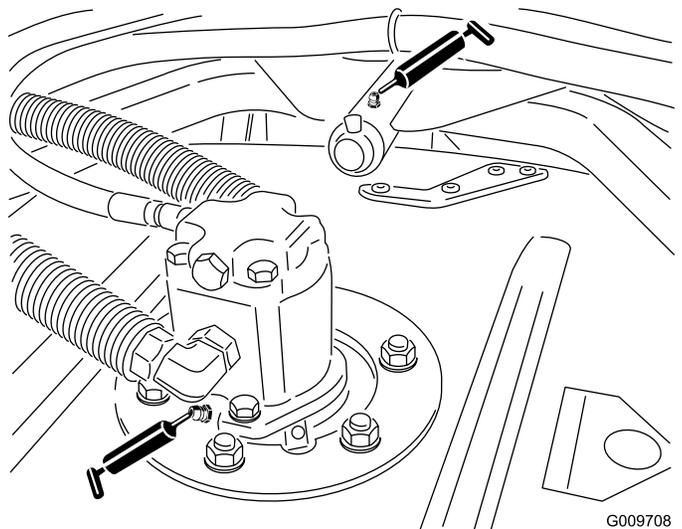

Рисунок 52
- Подшипники шпинделя режущего блока (по 2 шт. на режущий блок) (Рисунок 52)
- Втулки несущего рычага режущего блока (по 1 шт. на режущий блок) (Рисунок 52)